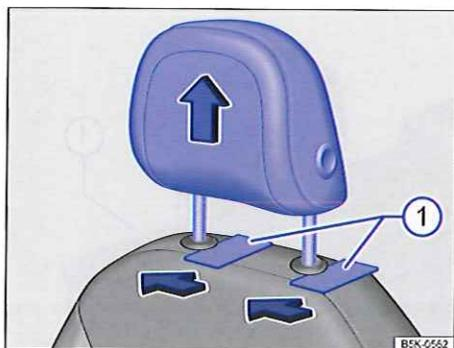

Fig. 50 Dépose de l'appuie-tête avant
- Pour déverrouiller l'appuie-tête, glissez des objets plats (par ex. des cartes en plastique) entre la garniture du dossier de siège et les capuchons des barres de guidage de l'appuie-tête ⇒ fig. 50 ① pendant qu'une deuxième personne retire entièrement l'appuie-tête.